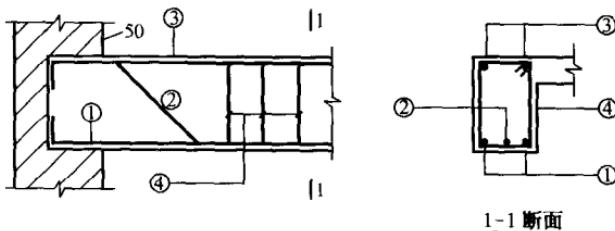

图 1-1-2 钢筋在立面、断面图中的配置
2. 钢筋在立面、断面图中的配置，可按图 1-1-2 所示的方法表示。